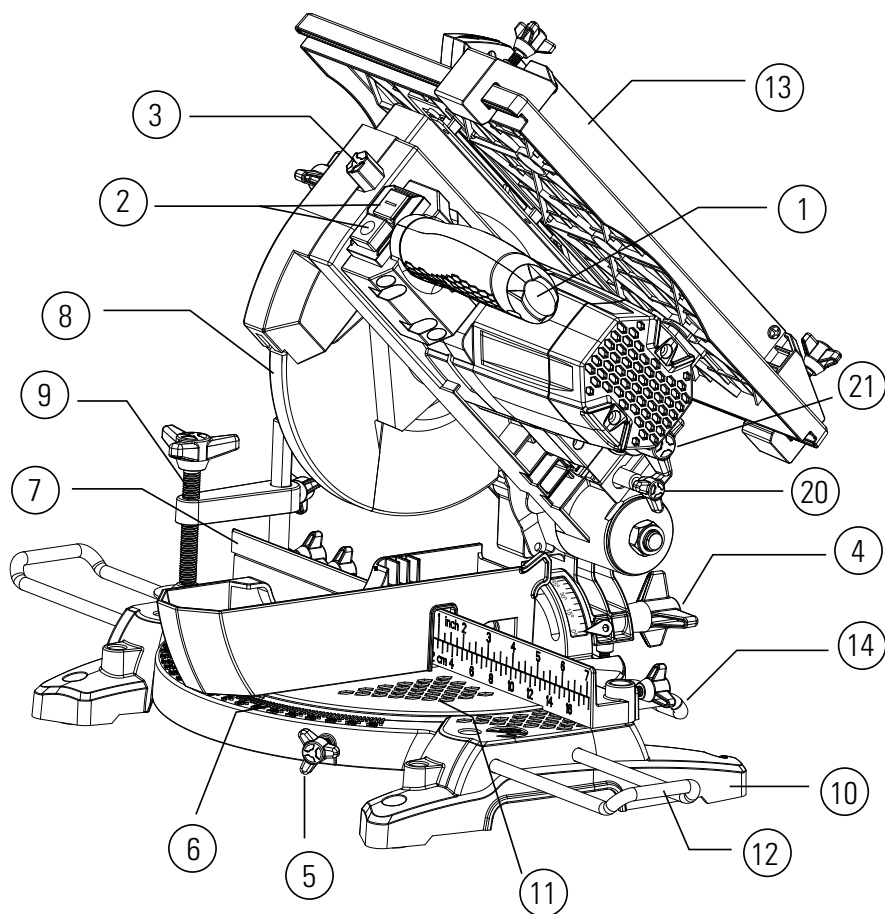

FIGURA 7.1
SERRA MODO BANCADA - FIGURA 7.1
- A. Coloque a proteção inferior (16)
- B. Pressione o botão trava de esquadria (3)
- C. Mova a bancada (15) para baixo
- D. Empurre o pino trava (20)
- E. Afrouxe o parafuso (21)
- G. Reaperte o parafuso (21)
3. Ajuste o ângulo da serra 90° - Figura 7.1 e 8.3